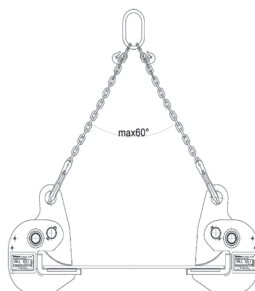

Rys. 8
**⚠ UWAGA:** W przypadku podnoszenia pod kątem udźwignąć należy zmniejszyć zgodnie ze schematem na Rys. 8.